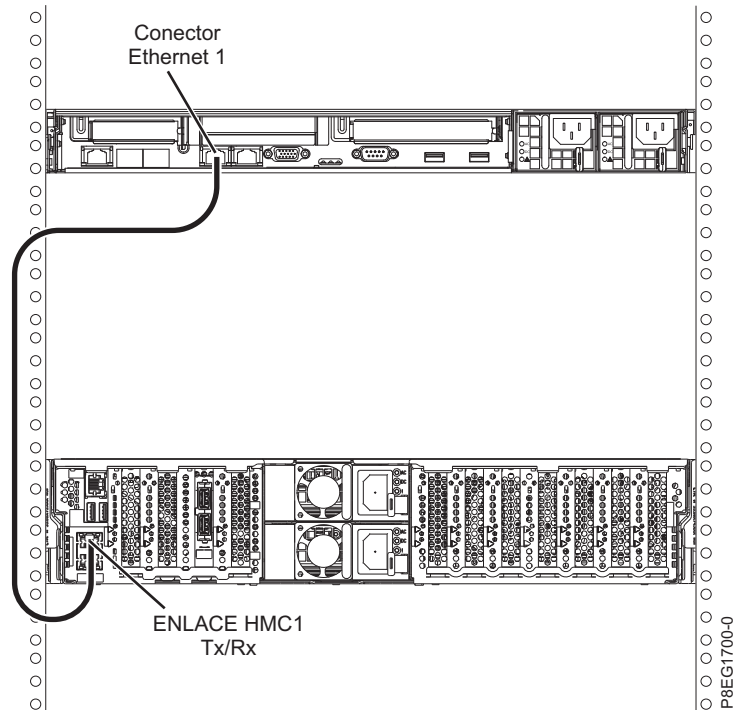

Figura 39. Conexión de la HMC al sistema gestionado
1. Si desea conectar directamente la HMC al sistema gestionado, conecte el **Conector Ethernet 1** de la HMC al puerto **HMC1** del sistema gestionado. Consulte Figura 39 en la página 47.